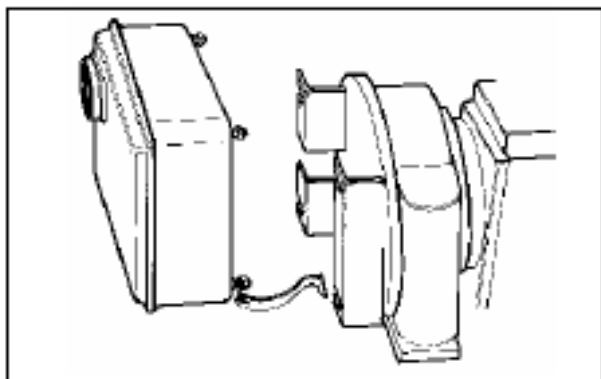

Рис.7
A. Присоедините электрический шкаф с обратной стороны рычага зажимного устройства с помощью прилагаемых гаек (Рис.7).